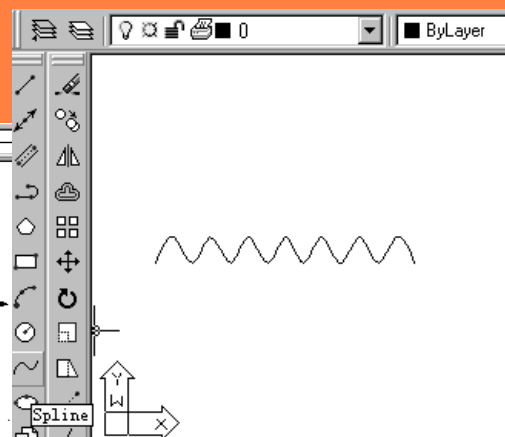

图 1-44 皱裱号的完成图
(2) 在屏幕上随意画一条光滑曲线, 如图 1-44 所示。